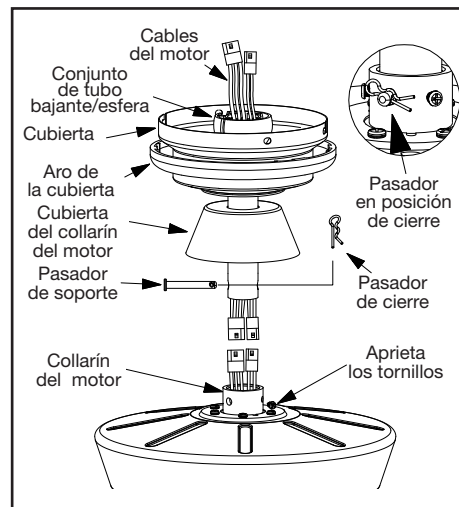

Figura 7
4. Coloca el tubo bajante sobre la cubierta y el aro de la cubierta, desliza la cubierta del collarín del motor sobre el tubo bajante. Conecta los cables de extensión a los cables del motor. Asegúrate de que los conectores rápidos estén bien sujetos. Inserta los cables a través del conjunto del tubo bajante/esfera. (Figura 7)
5. Afloja, sin quitarlos, los tornillos de fijación en el collarín de la parte superior de la carcasa de motor. (Figura 7)
6. Alinea los orificios en la parte inferior del tubo bajante con aquellos del collarín en la parte superior de la carcasa de motor. (Figura 7) Inserta con cuidado el pasador de soporte a través de los orificios del collarín y del tubo bajante. Ten cuidado de no apretar contra el cableado dentro del tubo bajante. Inserta el pasador de cierre en el orificio cercano al extremo del perno hasta que encaje en su posición, como se muestra en el círculo de la Figura 7.